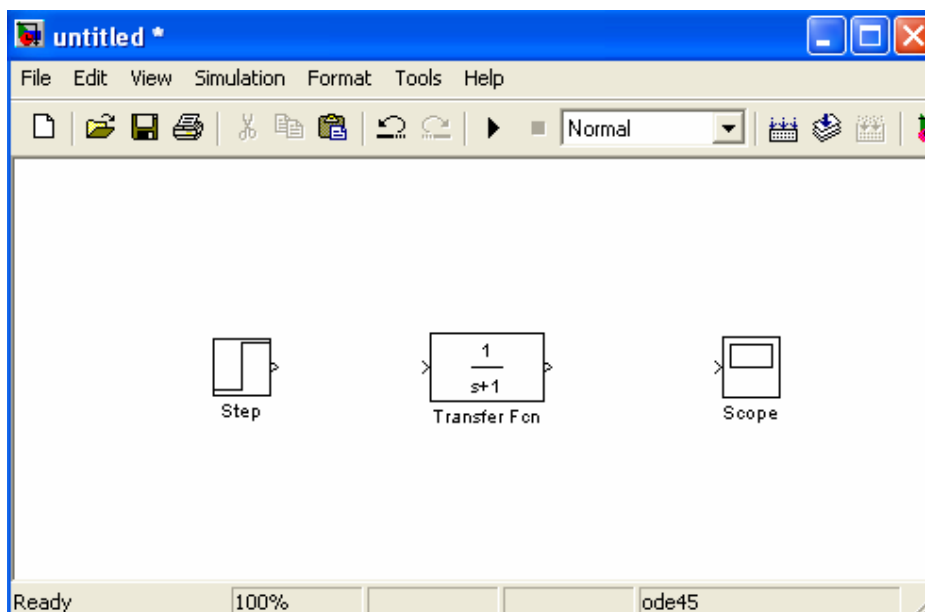

Рис. 1.5 — Окно модели, содержащее блоки
2. Расположить блоки в окне модели. Для этого необходимо открыть соответствующий раздел библиотеки (Например, **Sources — Источники**). Далее, указав курсором на требуемый блок и нажав на левую клавишу “мыши” — “перетащить” блок в созданное окно. *Клавишу мыши нужно держать нажатой.* На рис. 1.5 показано окно модели, содержащее блоки.